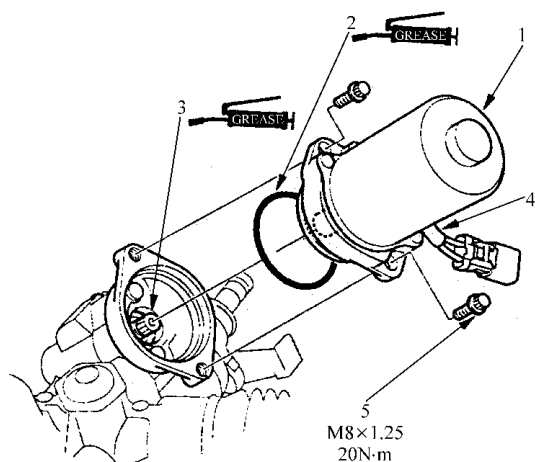

图 7-36 拆卸电动机
2) 如图 7-36 所示，从齿轮箱上拆卸电动机和 O 形密封圈。